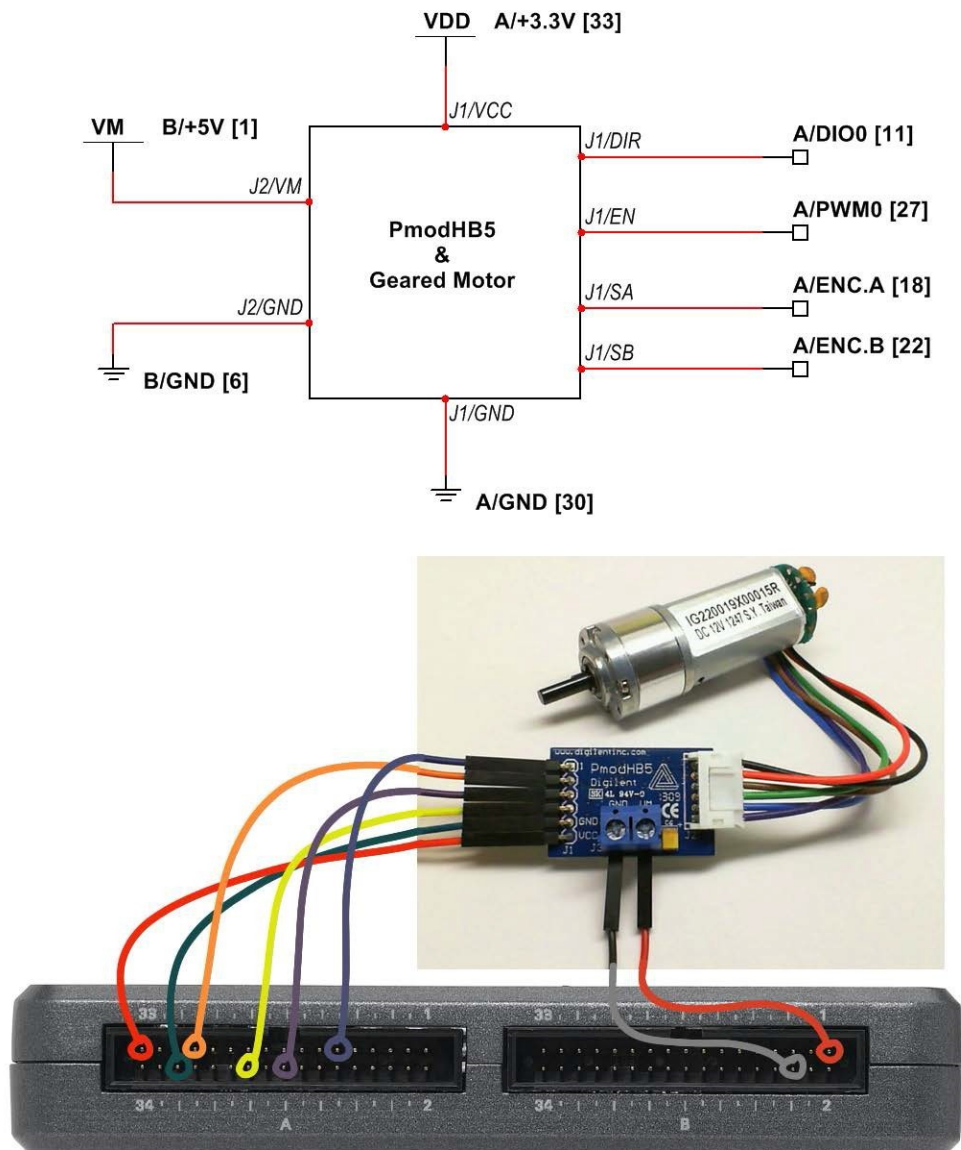

Рис. 18.2. Демонстрационная цепь для H-моста и мотор-редуктора: принципиальная схема и подключения к разъемам MXP A и B на NI myRIO.
**Соберите схему подключения.** См. принципиальную схему на рис. 18.2 на следующей странице. В схеме подключения Н-моста и мотор-редуктора используются 6 соединений с разъемом MXP A и 2 соединения с разъемом MXP B на устройстве NI myRIO (см. рис. A.1 на стр. 227):